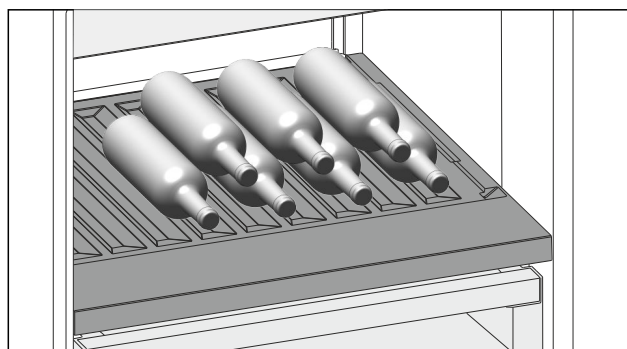

Fig. 109
- Wkładać butelki dnem ustawionym do tyłu, w kierunku ścianki tylnej. (patrz Fig. 109)